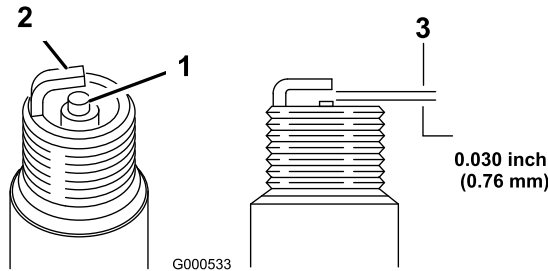

Bild 29
2. Klemmen Sie das Zündkabel von der Zündkerze ab (Bild 29).
5. Stellen Sie den Elektrodenabstand auf 0,76 mm ein (Bild 29).